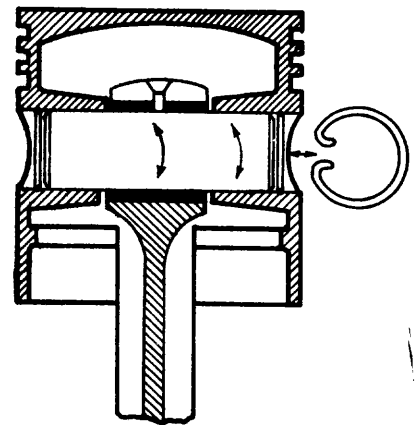

Fig. 7
- Suelto en el pistón y en la biela (fig. 7).